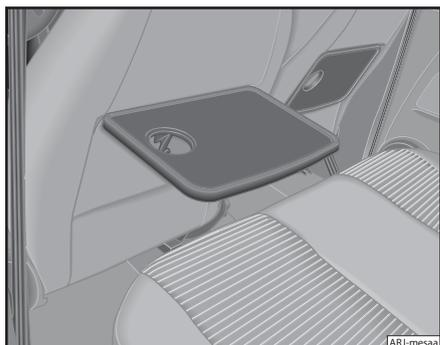

Fig. 112 Mesa plegable en el asiento delantero derecho
- Levante la mesa hacia arriba en la dirección de la flecha ⇒ fig. 112, hasta que encaeste correctamente.
- Presione la mesa hacia abajo en la dirección contraria a la flecha ⇒ fig. 112, hasta que encaeste correctamente.